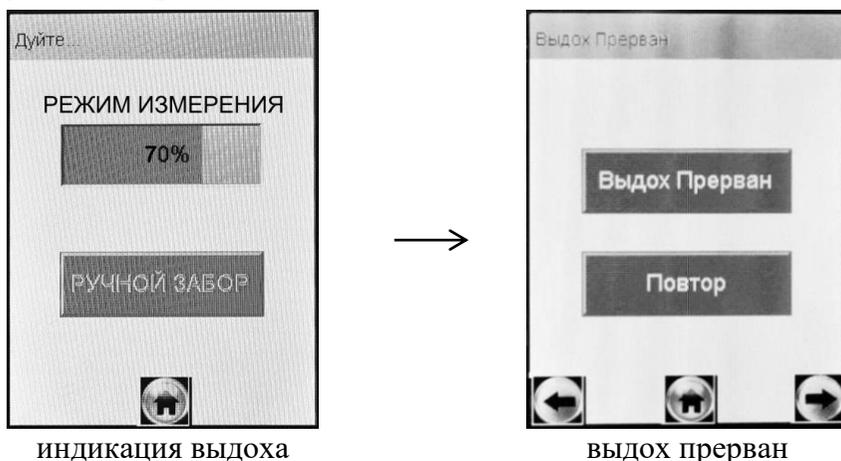
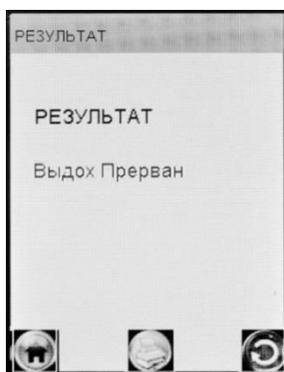

Рисунок 19 – Срыв дыхательной пробы
Рисунок 20 – Результат «Выдох Прерван»
2.8.22 Если при выполнении 2.8.13 настоящего РЭ проба выдыхаемого воздуха не будет соответствовать требуемым параметрам по расходу или объему (указанным в 1.2.6 настоящего РЭ), т.е. в случае прерывания выдоха, на экране отобразится окно «**Выдох Прерван**» (рисунок 19, справа).
Для этого при отображении на экране окна «**Выдох Прерван**» (рисунок 19, справа) нажмите виртуальную кнопку «**Выдох Прерван**» – на экране появится соответствующее сообщение (рисунок 20).